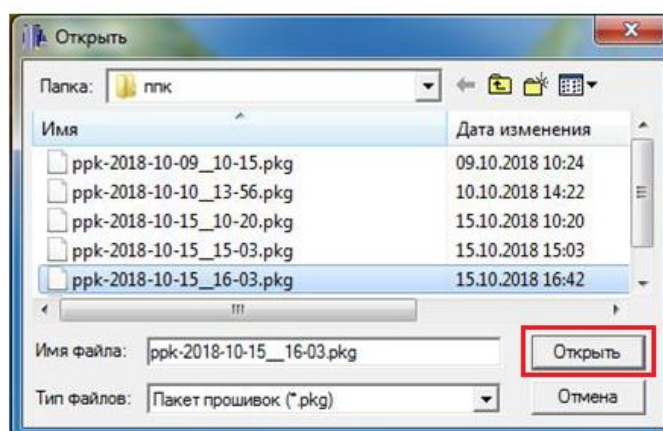

Рисунок 7 - Выбор файла программного обеспечения
- 1.2.8. Выбрать файл программного обеспечения (загрузчика) на компьютере. Нажать кнопку **Открыть** (рисунок 7).